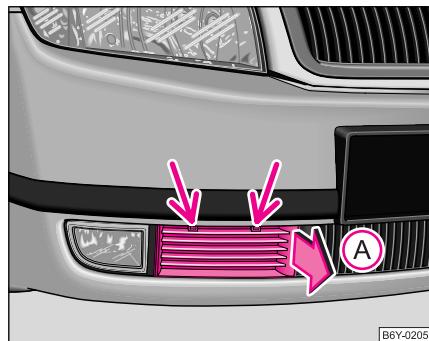

Abb. 160 Vordere Stoßfänger: Schutzgitter
- Den Schraubendreher durch die Öffnung des Schutzgitters (nähe Kennzeichen) stecken ⇒ Seite 226, Abb. 160 und nach unten drücken, dabei die Federsicherung des Schutzgitters abdrücken. Gleichzeitig mit einer Hand das Randteil des Schutzgitters (Pfeil (A)) fassen und lösen.